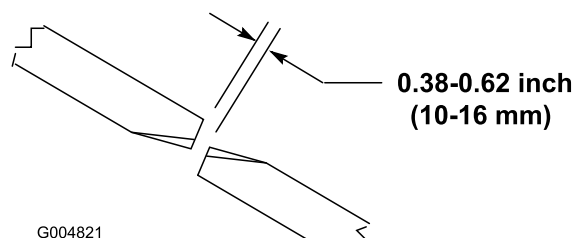

Figura 24
Para asegurar la operación correcta de la carcasa de corte, debe haber una separación de 10–16 mm entre los extremos de las cuchillas de las carcasas de corte laterales y central (Figura 24).
2. Gire una cuchilla central y una cuchilla lateral de manera que las puntas estén alineadas. Mida la distancia entre los extremos de las cuchillas (Figura 24).